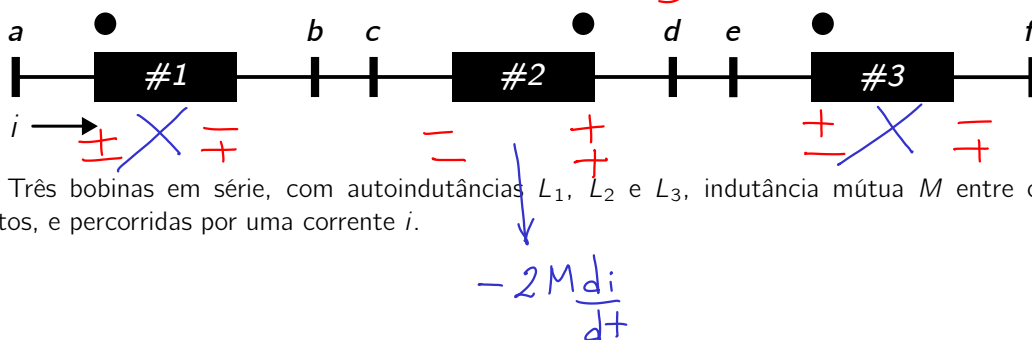

Figura 2: Três bobinas em série, com autoindutâncias L_1 , L_2 e L_3 , indutância mútua M entre cada par de enrolamentos, e percorridas por uma corrente i .
- ② ☐ 45 pontos Analise os itens abaixo, indicando se são certos ou errados.
- a) ☐ ☒ Para estimar a curva de magnetização de um transformador monofásico em laboratório, a corrente (I) e a tensão (V) apresentam comportamento análogo aos dos campos magnéticos H e B , respectivamente. Dessa forma, a permeabilidade magnética (μ) relaciona-se diretamente com a impedância (Z). *por histerese magnética*
- f) ☐ ☒ Considerando apenas as autoinduições na Figura 2, $\Delta V = (L_1 + L_2 + L_3) di/dt$.
- g) ☐ ☒ Considerando apenas as induções mútuas na Figura 2, $\Delta V' = 2M di/dt$.
- h) ☒ ☐ E A força eletromotriz (\mathcal{E}_{23}) induzida em #2 devido ao efeito de #3 desloca cargas de c para d na Figura 2.
- i) ☒ ☐ E A força eletromotriz (\mathcal{E}_{33}) autoinduzida em #3 orienta-se no sentido de f para e na Figura 2.